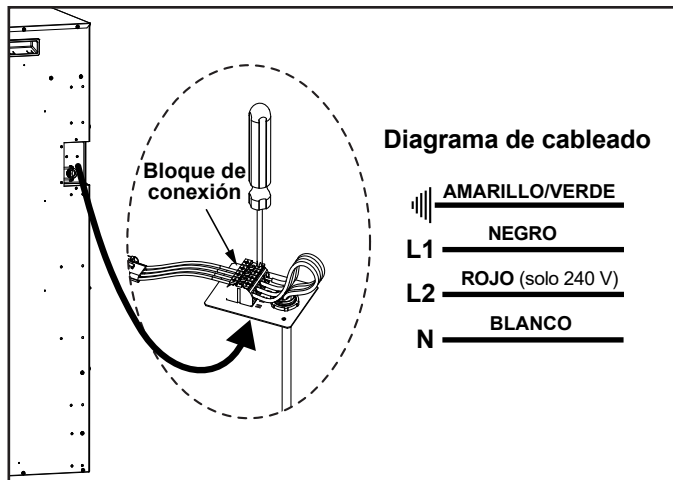

Figura 5.3 Conexión eléctrica
1. Retire la placa de la caja de conexiones ubicada en el lado derecho del dispositivo. Conserve los dos (2) tornillos para volver a instalar la placa de la caja de conexiones.
2. Instale un alivio de tensión de cable tipo NM-B en la placa de la caja de conexiones. Conecte el cable tipo NM-B a la caja de conexiones, asegúrese de que las conexiones queden firmes y apriete el alivio de tensión de cable. Para insertar los conductores en la caja de conexiones, presione los terminales con resorte de la caja manualmente o con un destornillador. Consulte la Figura 5.3.
3. Vuelva a instalar la placa de la caja de conexiones en el dispositivo utilizando los dos (2) tornillos que quedan.